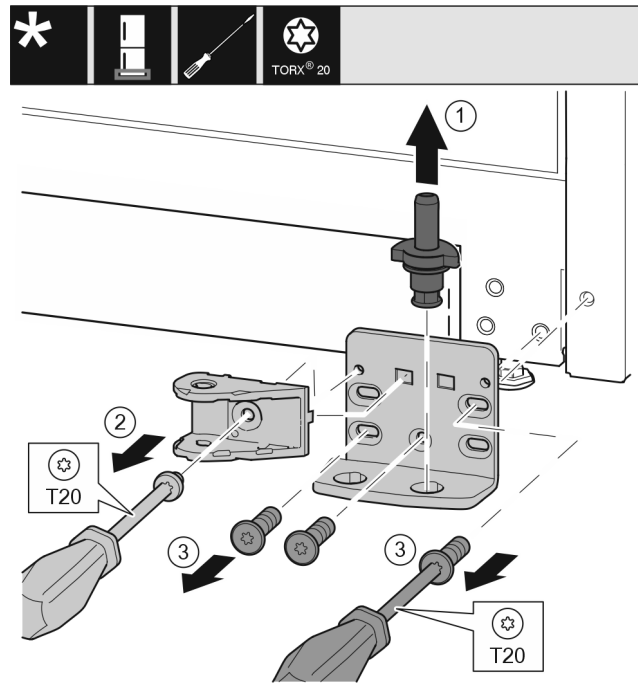

Fig. 34 *
- ▶ Lagerbolzen komplett nach oben herausziehen. Fig. 34 (1)*
- ▶ Schraube mit Schraubendreher T20 herausdrehen und Schließdämpferverbindung abnehmen. Fig. 34 (2)*
- ▶ Schrauben mit Schraubendreher T20 herausdrehen und Lagerbock abnehmen. *Fig. 34 (3)**